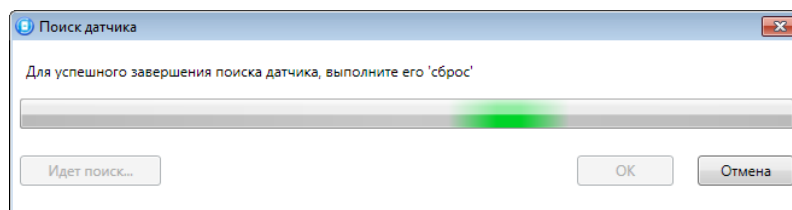

Рисунок 11.5 — Поиск радиоустройства
3. После нажатия кнопки *ОК* начнется поиск радиоустройства контроллером (см. рисунок 11.5). Для того чтобы устройство было найдено контроллером, его следует перевести в режим связывания (выполнить «сброс»).